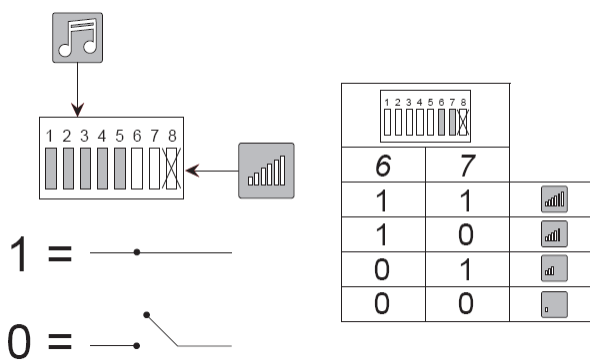

Рис. 4. DIP-переключатель
Предусмотрена дискретная регулировка уровня звука, для этого используются DIP-переключатели 6-7 (Смотри Рис. 4).
4. Определите необходимый режим работы оповещателя и уровень громкости сигналов. Установите в требуемое положение DIP-переключатель. Возможные установки переключателя смотри в Таблице 2. и на Рис.4.